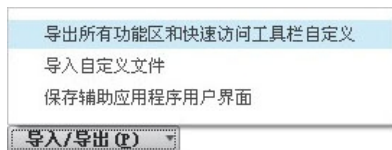

图 3.5.17 “导出/导入”菜单
Step5. 导出/导入配置文件。在“Creo Parametric 选项”对话框中单击 **导入/导出 (I)** 按钮, 在图 3.5.17 所示的快捷菜单中选择 **导出所有功能区 and 快速访问工具栏自定义** 选项, 系统弹出“导出”对话框, 单击 **保存** 按钮, 可以将界面配置文件 “creo_parametric_customization.ui” 导出到当前工作目录中。